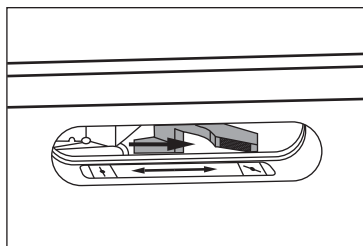

Рис. 11
9. Поставьте рычаг привода воздушной заслонки в положение «Закрыто» (рис. 11).